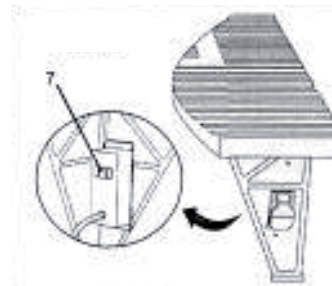

Рис.11
- Закрепите фрезер 4 винтами Philips® с плоскими головками (6). Прежде чем продолжить сборку, убедитесь, что фрезер надёжно закреплён.
- Вставьте шнур питания фрезера в розетку (7) на задней стенке блока переключателя. Закрепите шнур таким образом, чтобы он не мешал работе (рис. 11).